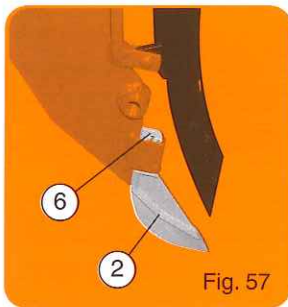

Fig. 57
- En version betterave, enlever le petit soc 7065S, puis mettre en place la pointe (2) réf. 7065a (fig. 57). Bien écarter la goupille fendue (6) pour qu'elle ne touche pas aux disques ouvreurs.
- In the sugarbeet version, remove the little shoe 7065s, then position the tip (2) ref 7065a (fig. 57). Split open wide the pin (6) so that it does not touch the disc openers.
- En versión remolacha, quitar la pequeña reja 7065s, y después colocar en su lugar, la punta (2) ref. 7065a (fig. 57). Abrir bien el pasador (6) para que no toque los discos abresurcos.